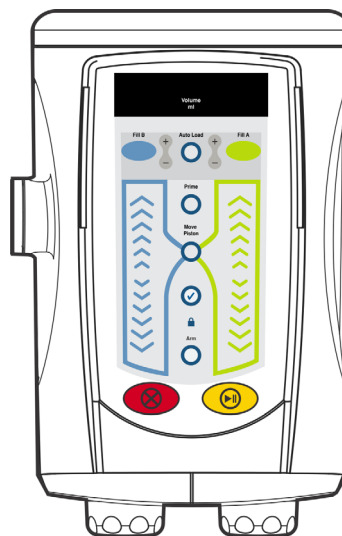

Figura 15 - 2: Cabeça injetora
2. Limpe as superfícies da cabeça injetora (exceto êmbolos e interface de seringa, consulte Figura 15 - 3: Êmbolo) com um pano limpo, macio e sem fiapos embebido em água morna (molhado, mas não pingando) por no mínimo 1 minuto e até que estejam visivelmente limpas. Troque o pano se ele ficar visivelmente sujo. Durante o tempo de limpeza de 1 minuto, certifique-se de que todas as áreas de conexão e reentrâncias e botões estejam limpos. Consulte "Limpeza dos êmbolos e da interface da seringa" para limpar os êmbolos de seringa e interface de seringa.
4. Em todas as superfícies externas, com exceção dos êmbolos de seringa e interface de seringa (consulte Figura 15 - 3: Êmbolo), passe Sani-Cloth® Plus ou CaviWipes™ por 1 minuto ou até que estejam visivelmente limpas. Certifique-se de que todas as áreas de conexão, reentrâncias e botões estejam limpos. Consulte "Limpeza dos êmbolos e da interface da seringa" para limpar os êmbolos de seringa e interface de seringa.